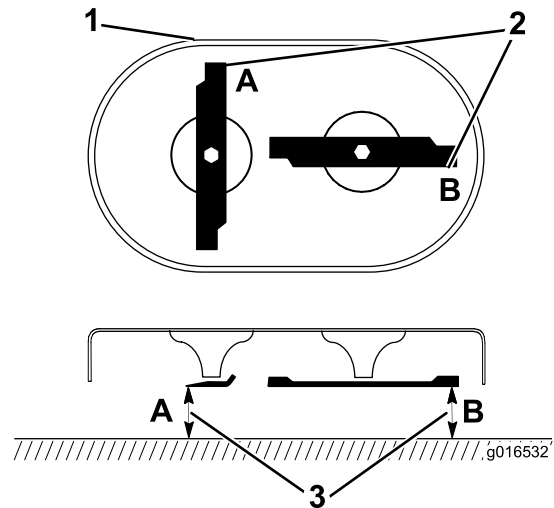

Bild 37
1. Drehen Sie die Messer, bis sie wie in Bild 37 dargestellt positioniert sind.
2. Messen Sie an den Stellen **A** und **B** von der ebenen Fläche zu den Schnittkanten (Bild 37) und notieren Sie beide Werte.